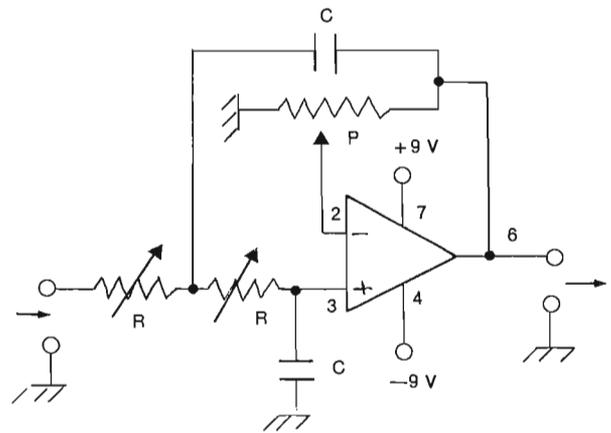
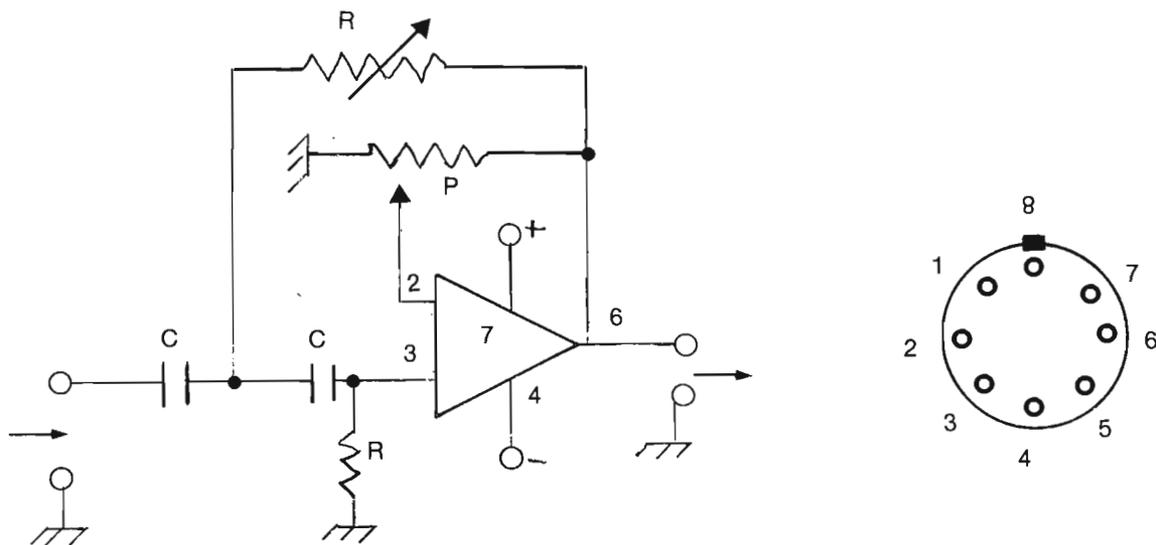

Fig. 3
Fig. 4
Fig. 3 - Se si rende dosabile il guadagno, mediante il potenziometro «P»; il Q diventa indipendente dai valori di R e C. In questo passabasso, selezionate le capacità C (che sono eguali) si calcolano le due R pure eguali fra loro. Si procede quindi all'aggiustaggio della frequenza di frontiera, mediante la regolazione dei due trimmers (R). Integrato «741».
Fig. 4 - Se s'invertono le posizioni delle capacità rispetto alle resistenze (cfr fig. 3) la combinazione diventa un filtro passa-basso. Attenzione: la numerazione negli schemi elettrici 3-4-5 si riferisce agli amplificatori «741» in custodia cilindrica ad otto reofori. Quanto illustrato si riferisce all'integrato visto dall'alto: ricordare in questo caso la numerazione è anti-oraria, partendo dalla chiavetta di riferimento che in corrispondenza dell'8.